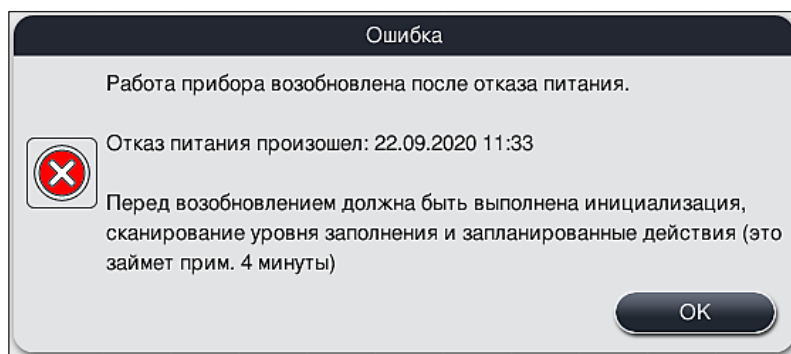

Рис. 106
- ① Первое информационное сообщение после автоматического перезапуска прибора уведомляет пользователя о времени нарушения подачи питания (→ "Рис. 106"). Подтвердите это информационное сообщение нажатием кнопки **OK** для активации дополнительных указаний для продолжения процесса окрашивания.